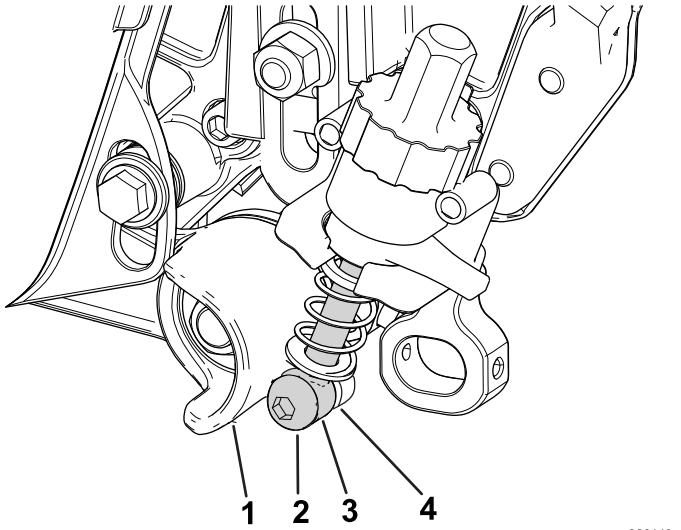

Figura 13
4. Allineate l'asta del gruppo del braccio di regolazione in prossimità del collare di regolazione sul gruppo tenditore e fissatela al collare con un bullone di spallamento e una rondella rinforzata (Figura 13); serrate il bullone di spallamento a un valore compreso tra 16 e 22 N·m.